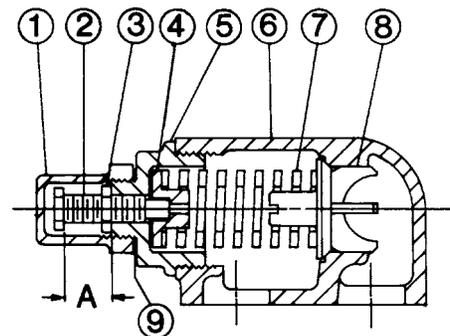

FIGURE 8
2. Mesurez et notez la longueur d'extension de la vis de réglage. Voir (A) Figure 8.